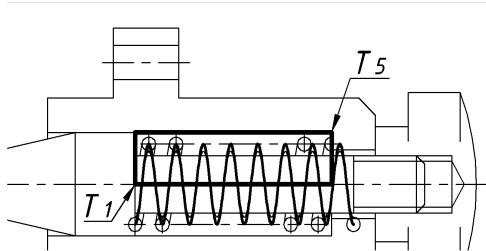

Рис. 33.
- ♦ Строим вспомогательный прямоугольник (рис. 33).